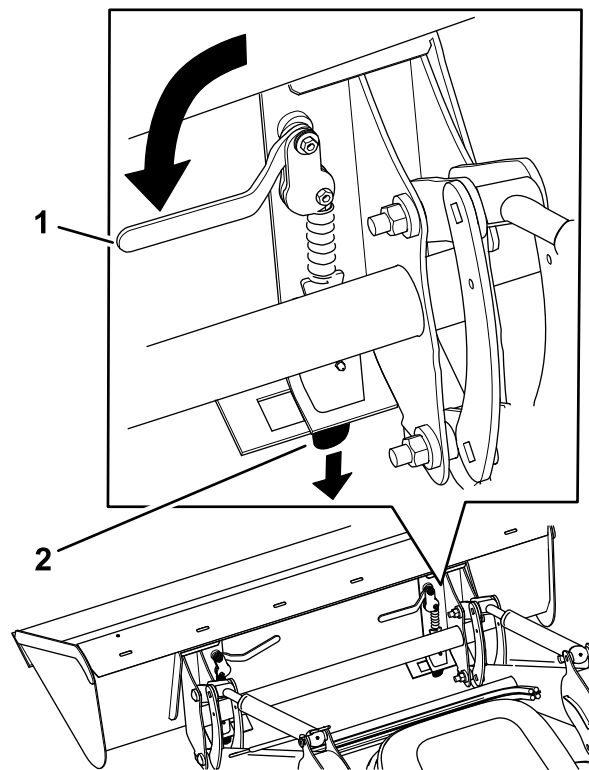

Figura 58
8. Ruotate in dentro le leve ad attacco rapido, assicurandovi che i perni ad attacco rapido siano completamente in sede attraverso la piastra di appoggio (Figura 58).